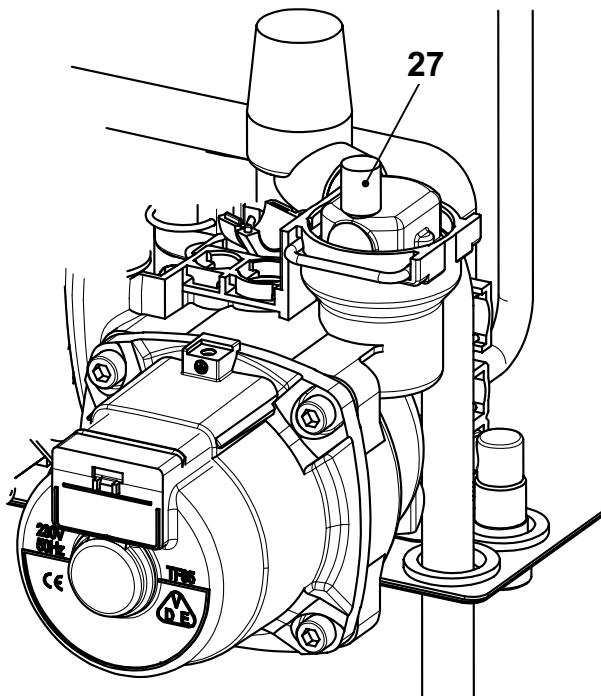

Figura 9.6
- Per facilitare lo svuotamento, alzare il tappo 27 della valvola di sfiato automatica in Figura 9.6 .